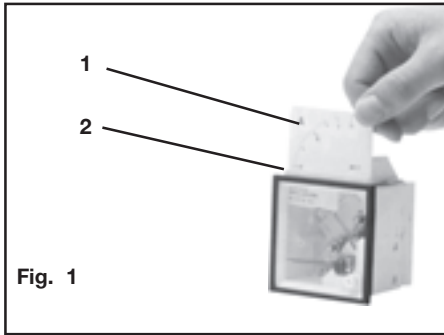

Fig. 1
L'échelle (1) des instruments de mesure à raccordement transféré n/1A (voir Fig. 1) peuvent être changées grâce à une trappe (2) située sur la partie supérieure de l'instrument.